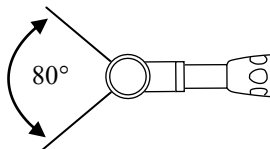

Fig. 3
- 3 – Il movimento si effettua in un range di 80°. (Fig. 3)
- 3 - O movimento efectua-se numa amplitude de 80°. (Fig. 3)
- 3 – Ruch posuwisto-zwrotny odbywa się w zakresie 80° (Rys. 3)
3 - Die Wechselbewegung über einen Bereich von 80°. (Abb. 3)
3 - Den rörelsen sker över ett område på 80°. (fig. 3)
3 - De omgekeerde vindt plaats op in een vlak van 80°. (Fig. 3)
3 - Движение с переменным направлением осуществляется в диапазоне 80°. (Рис. 3)